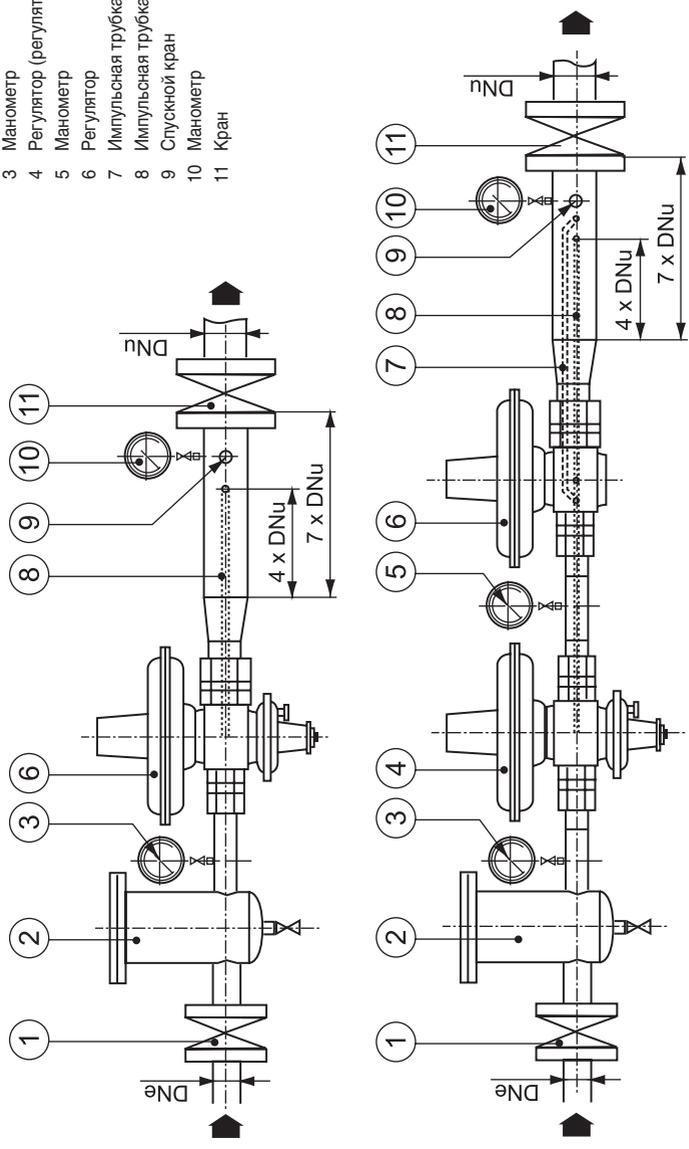

Рисунок 3. Монтажная схема регулятора с внешним импульсом (РВЕ)
8.4 Монтажная схема регулятора (см. рис. 3) должна обеспечивать возможность удобного доступа к регулятору. Высота установки регулятора должна быть не более 2 м. При установке регулятора на высоте более 2 м. Предусмотреть площадку для обслуживания. На газопроводе перед и за регулятором должна предусматриваться установка газовых кранов.
8.6 Необходимо соблюдать указанные на рис. 3 прямые участки до и после места подключения импульсных линий регулятора.
9.1.2 Для пуска регулятора необходимо (см. рис. 3):